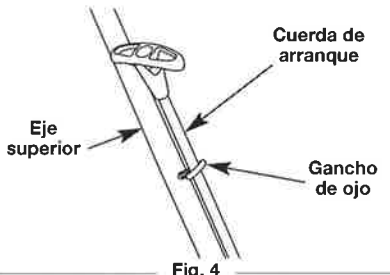

Fig. 4
7. Tire de la cuerda de arranque y pásela a través del gancho de ojo (Fig. 4).